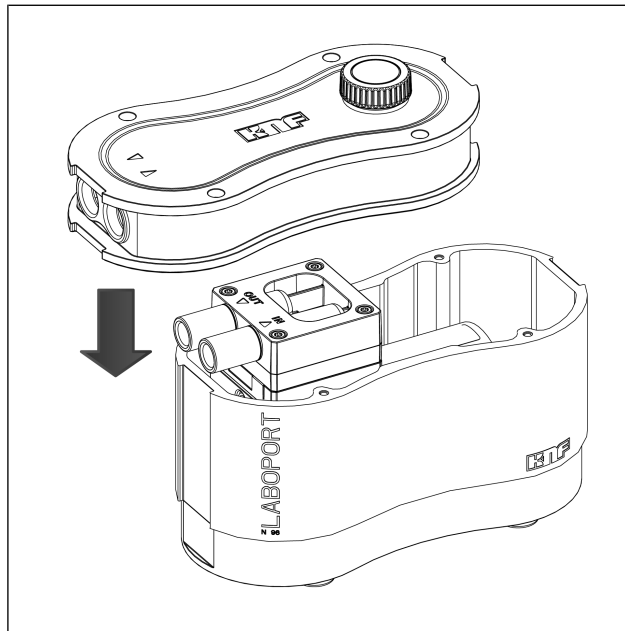

Fig. 11: Mise en place du couvercle du carter
1. Remettez prudemment le couvercle du carter (Fig. 6/2) sur le carter de la pompe (3) (voir Fig. 11).
- i** Ce faisant, vérifiez que les câbles se trouvent à l'intérieur du carter de la pompe (3) et que la platine n'est pas endommagée.